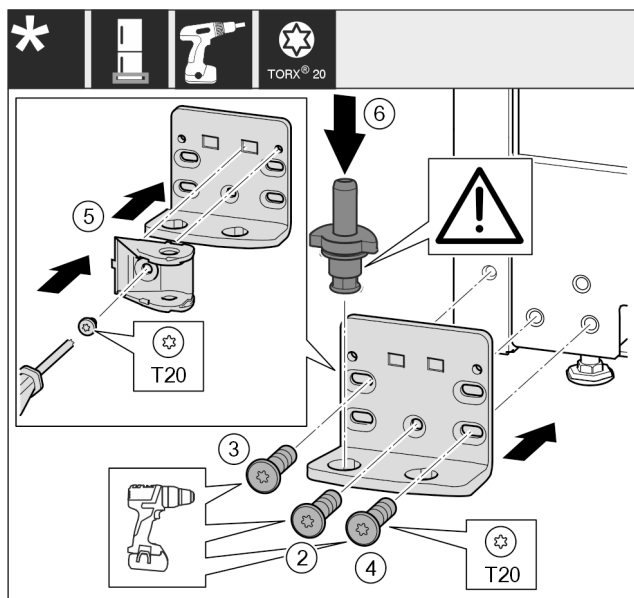

Fig. 21 *
- Nasadte stojan ložiska na druhé straně a přišroubujte pomocí šroubováku. Začněte šroubem Fig. 21 (2) dole uprostřed.*
- Utáhněte šroub Fig. 21 (3) a šroub Fig. 21 (4).*